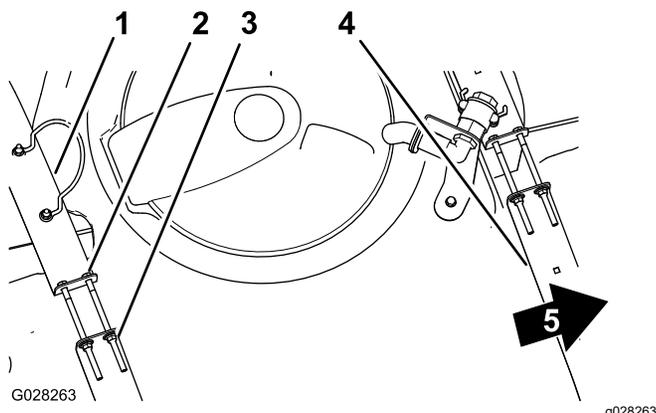

図 20
2. タンクとタンク固定ベルトとの間に、たるみがないか点検する **図 20**。
3. ベルトにゆるみがある場合には、ベルトの上部にあるフランジロックナットとボルトを締めてベルトとタンクとが面一になるようにする **図 20**。